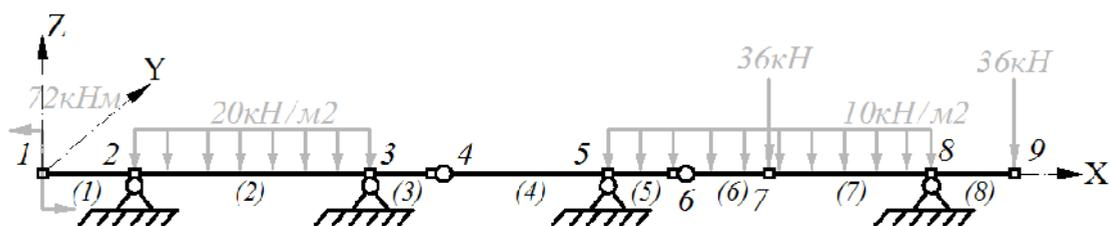

Рис.3. Предварительно подготовленная расчетная схема шарнирной балки
На рис. 3 показана подготовленная расчетная схема шарнирной балки с указанными номерами узлов (от 1 до 9), номерами элементов (от (1) до (8)) и системой координат с началом в узле №1.
В соответствии с заданной на рис.3 схемой балки, выбираем конфигурацию рамы, состоящую из горизонтальных ригелей и вертикальных колонн.